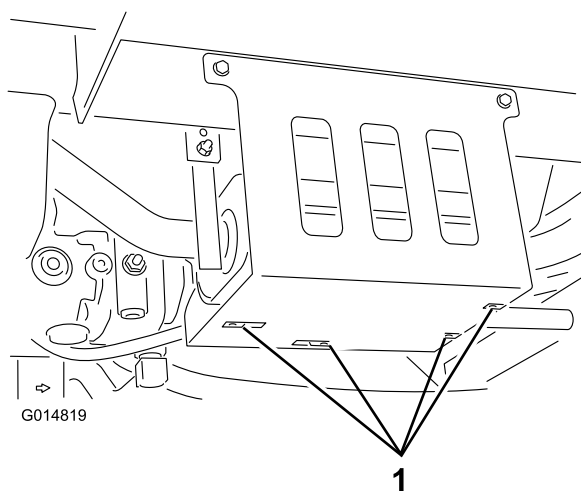

Figura 1
1. Fissate i 4 dadi a U sullo schermo termico della marmitta (Figura 1).